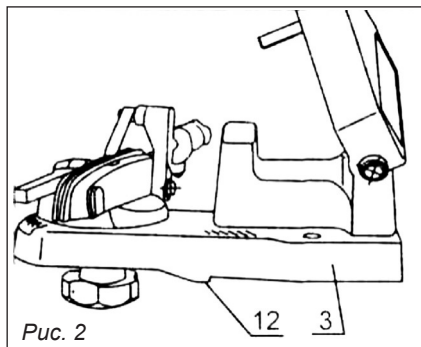

Рис. 2
- Расположите станок на рабочем столе, уперев выступы основания **12** в край стола (*рис. 2*).